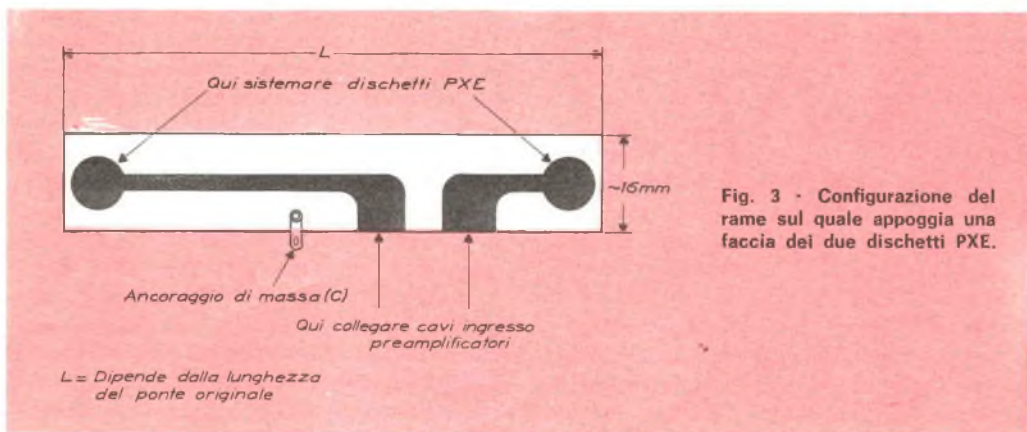

Fig. 3 - Configurazione del rame sul quale appoggia una faccia dei due dischetti PXE.
metallico, in corrispondenza dei due dadi. Un elettrodo sarà costituito da una faccia dei due dadi esagonali, l'altro dal rame riportato su una piastrina (fatta di materiale uguale a quello dei normali circuiti stampati) che verrà appoggiata, con interposizione di un opportuno spessore, sulla cassa di risonanza della chitarra. Nella *fig. 3*, in cui è illustrata questa piastrina, si può vedere la forma dello strato di rame. In definitiva, quindi, ciascun dischetto di PXE risulterà "compresso" dall'alto da una faccia del dado e dal basso dal rame della piastrina del circuito stampato. Evidentemente; essendo il ponte di metallo, le due facce superiori dei dischetti risulteranno elettricamente collegate tra loro, e questo sarà il terminale comune di massa (C) dei due trasduttori (calza del cavetto schermato), mentre le due facce inferiori, essendo elettricamente separate, potranno fornire due segnali che verranno prelevati dalle due piste di rame del circuito stampato (anima del cavetto schermato). Uno spessore opportuno molto liscio con facce parallele, come un pezzo di plexiglass dello spessore di 6 mm, provvede a rendere l'altezza degli incavi della barra (filletti) identica a quella degli incavi del ponte originale (*fig. 2*). Uno strato di feltro o di panno posto sotto lo spessore di plexiglass servirà ad attenuare la riproduzione di rumori derivanti da piccoli urti alla cassa della chitarra ed inoltre contribuirà a mantenere ben saldo l'insieme del nuovo ponte (*fig. 2*). Il ponte, infatti, non viene fis-